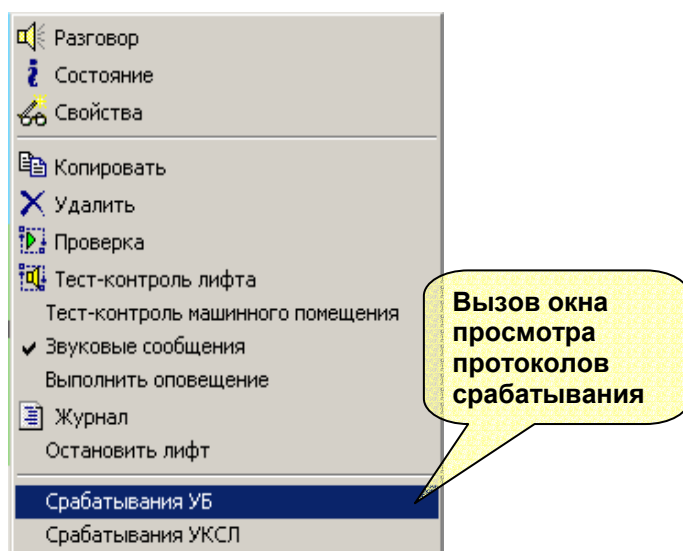

Рисунок 15 - Вызов окна «Срабатывания УБ»
2. В появившемся меню выбрать пункт «Срабатывания УБ» (см. рисунок 15).